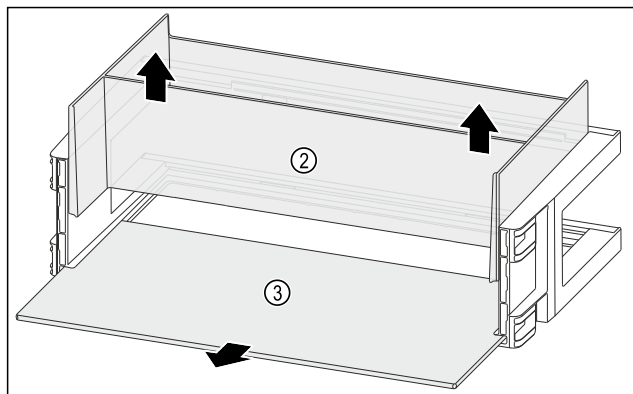

Fig. 93
- Wyjąć organizator Fig. 93 (2) do góry.
- Wyjąć półkę Fig. 93 (3).